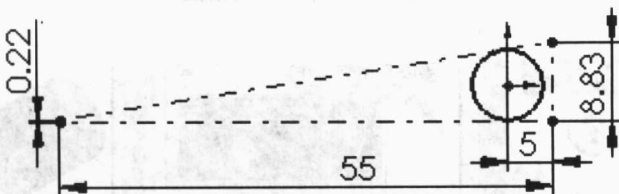

图 1-14 标注尺寸
4) 用“智能尺寸”标注尺寸，如图 1-14 所示，单击图标退出绘制草图。